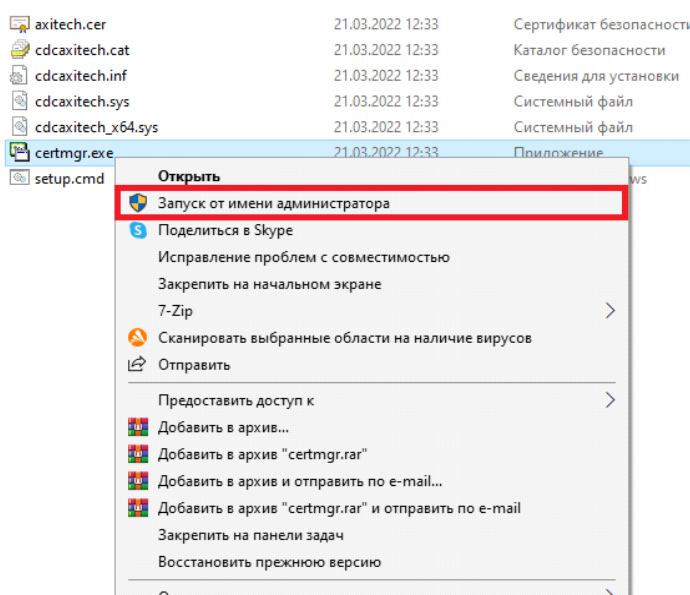

Рисунок 16 – Контекстное меню файла `certmgr.exe`
5. Нажмите ПКМ на файле `certmgr.exe`, выберите пункт контекстного меню – «Запуск от имени администратора» (см. рисунок 16).